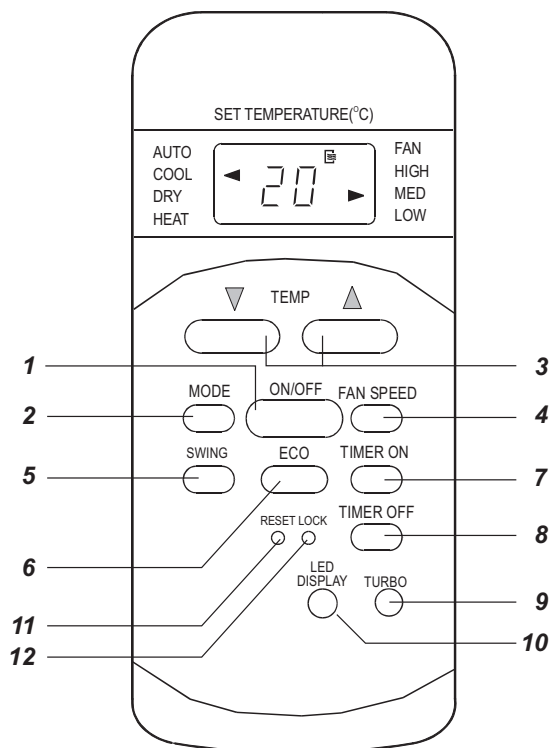

Рис. 5.1
5.1 ПУЛЬТ УПРАВЛЕНИЯ (РИС. 5.1)
- Для управления кондиционером применяется беспроводной инфракрасный дистанционный пульт (рис. 5.1).
- Комментарии к рис. 5.1 см. таблицу 5.1.